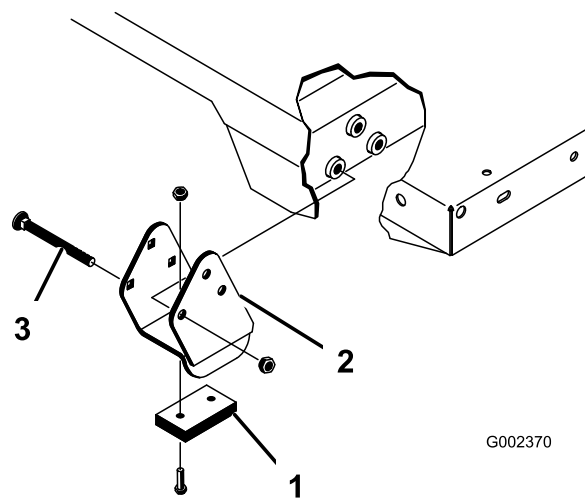

Figura 44
Nota: Instale os suportes dos espaçadores e os bloqueios contra desgaste (Figura 44) com as cabeças dos parafusos da carroçaria no interior da máquina.
2. Coloque a plataforma com cuidado no chassis da máquina, alinhando os orifícios posteriores da placa articulada da plataforma com os orifícios do canal traseiro e coloque 2 passadores de forquilha e pinos de sujeição (Figura 44).
4. Introduza o passador de forquilha na parte exterior da plataforma com o pino de sujeição virado para fora (Figura 44).